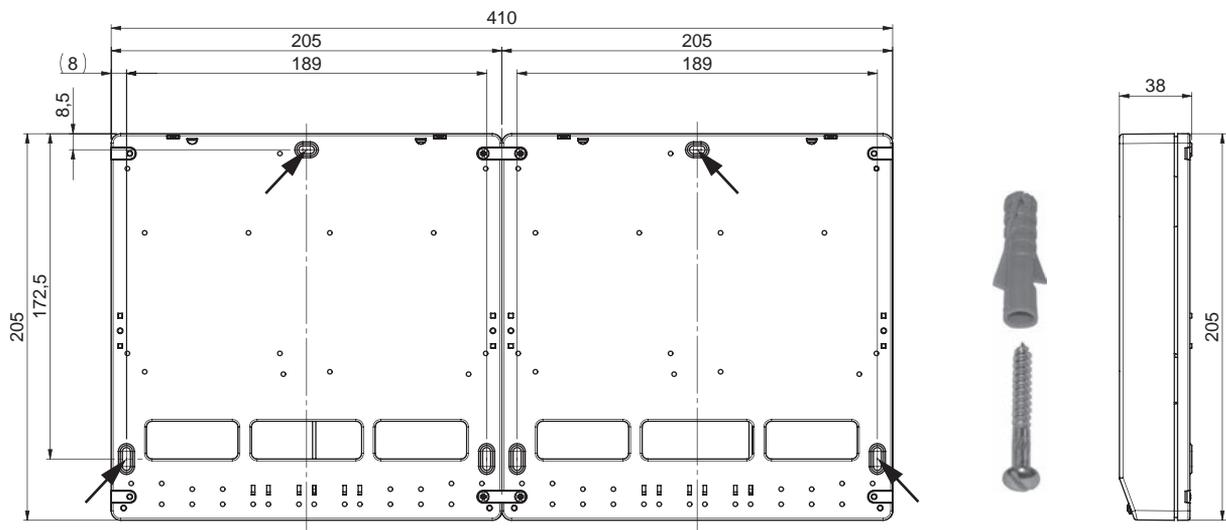

Fig. 92 Maßskizze - Ansicht von hinten
- Montagelöcher (Ø 6 mm) laut Skizze (Fig. 92) in die Mauer bohren .